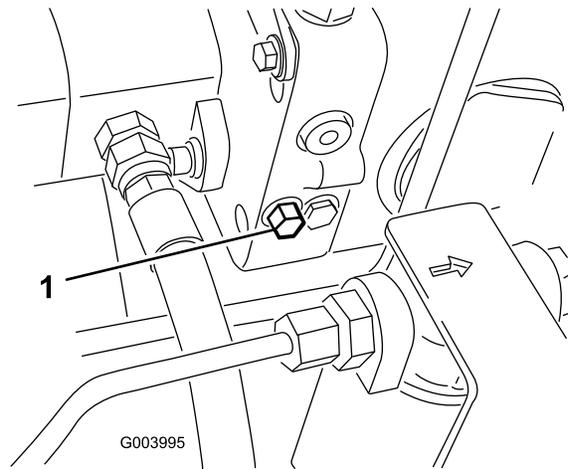

Figura 45
1. A válvula de derivação está localizada no lado esquerdo do hidrostato (Figura 45). Rode o parafuso 1-1/2 voltas para abrir para permitir a passagem do óleo internamente. Após este procedimento, torna-se possível deslocar lentamente a máquina sem danificar a transmissão.